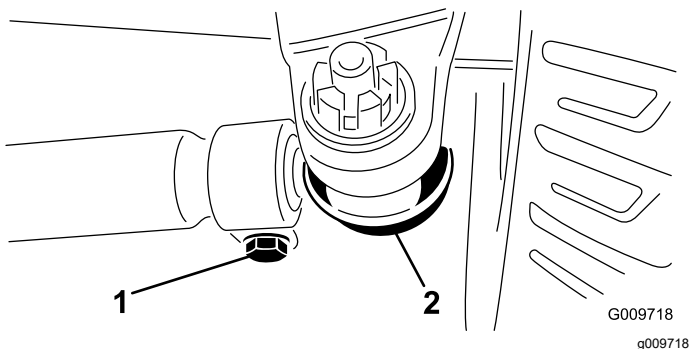

Figure 92
2. Pour le régler, retirez la goupille fendue et l'écrou de l'une des rotules de biellette (Figure 92). Déposez la rotule de biellette du support du corps d'essieu.
3. Desserrez les fixations aux deux extrémités des biellettes (Figure 92).